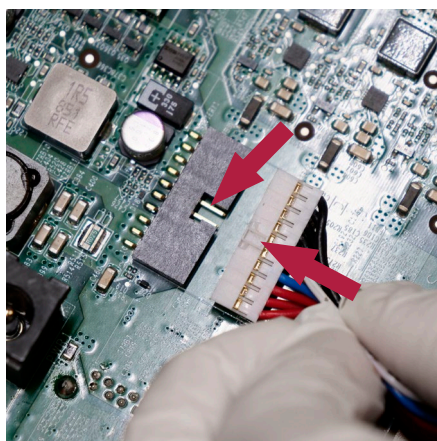

Figura 27 Recuplați conectorul bateriei
a) Cuplați din nou bateria la conectorul bateriei (a se vedea Figura 12 și Figura 27)